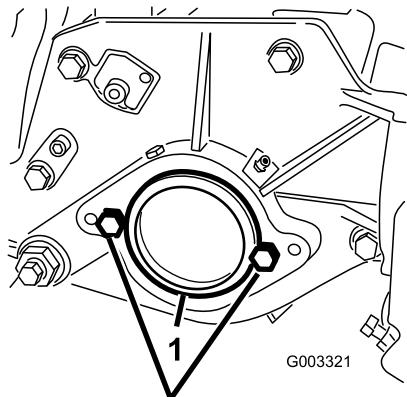

Figura 7
3. Sul lato destro dell'apparato di taglio, togliete il tappo in plastica dall'alloggiamento del cuscinetto (Figura 7).
4. Togliete i 2 bulloni dalla piastra laterale destra (Figura 7).
2. Bulloni (2)
6. Montate, senza stringere eccessivamente, i 2 bulloni di montaggio del motore del cilindro sulla piastra laterale sinistra dell'apparato di taglio (Figura 7).